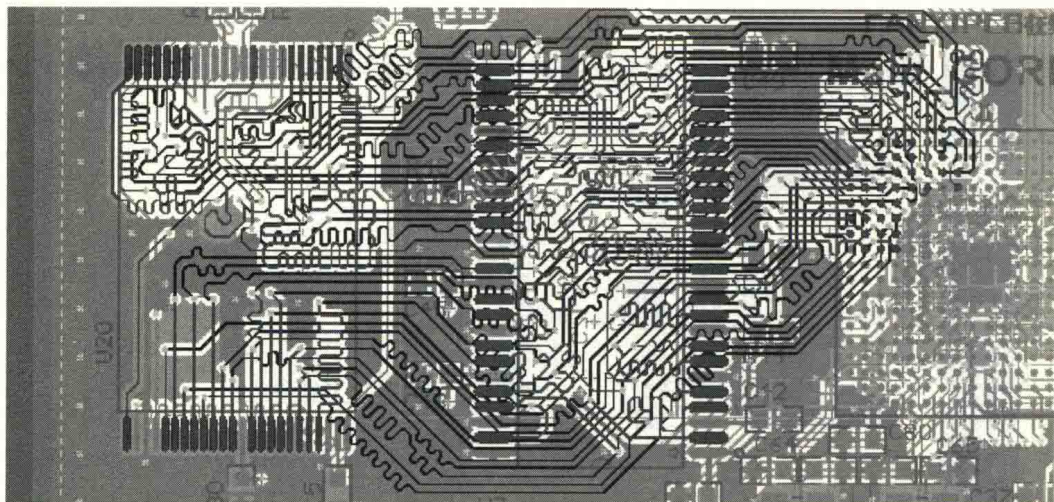

图 13-33 SDRAM、Flash 走线效果图
- (1) 特性阻抗：50 欧姆。
- (2) 数据线每 9 条尽量走在同一层（D0~D7，LDQM；D8~D15，HDQM）。
- (3) 信号线的间距满足 3W 原则。
- (4) 数据线、地址（控制）线、时钟线之间的距离保持 20mil 以上或至少 3W，在空间允许的情况下，应该在它们的走线之间加一条地线进行隔离。
- (5) 地线宽度推荐为 15~30mil。
- (6) 有完整的参考平面。
- (7) 考虑时序匹配，请进行蛇形等长，所有的走线一起等长，等长误差为 $\pm 50\text{mil}$ 。
- SDRAM、Flash 走线效果图如图 13-33 所示。